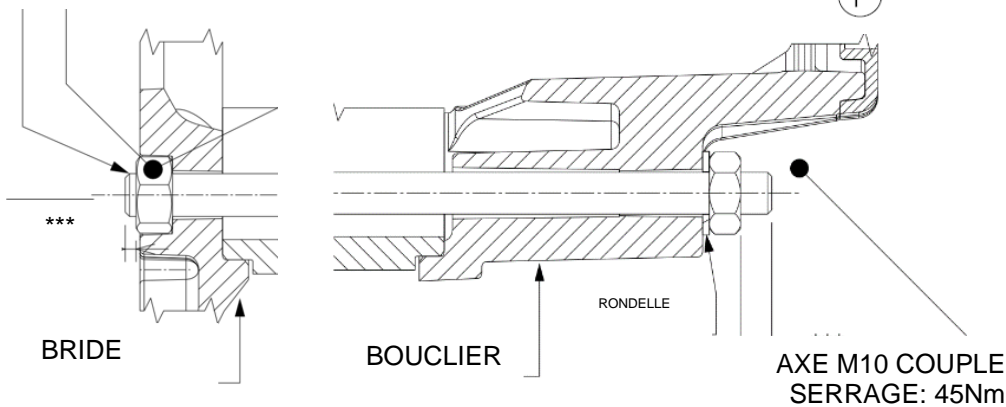

Fig. 15
10. Vérifier la saillie finale \*\*\* du tirant du côté bridage SAE, elle doit varier entre 1,5 et 3mm, comme illustré sur les figures 15 et 16.